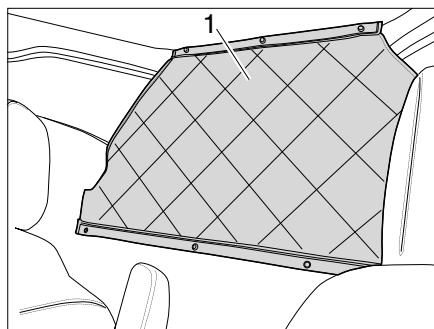

Bild 7 Durchstiegsabdeckung aufrollen
- Durchstiegsabdeckung (Bild 7,1) öffnen und aufrollen.